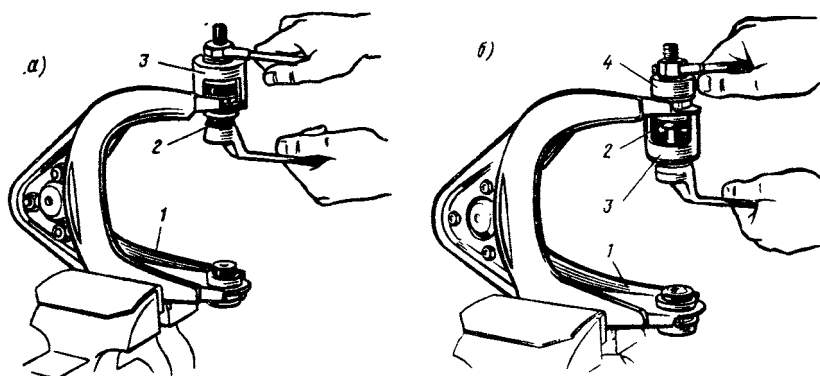

Рис. 27. Замена резинометаллических шарниров верхнего рычага передней подвески: а — выпрессовка шарнира; б — запрессовка шарнира
ного приспособления, которое изготовлено из стали, состоит из стакана с гайкой и винтом и колпачка. При выпрессовке резинометаллического шарнира 2 (рис. 27, а) стакан приспособления 3 устанавливают на верхний рычаг 1 подвески головкой винта внутрь рычага. Затем вращают гайку приспособления и выпрессовывают шарнир из рычага. При запрессовке резинометаллический шарнир 2 (рис. 27, б) вставляют в проушину верхнего рычага 1 и устанавливают на рычаг приспособление 3 таким образом, чтобы головка его винта была внутри рычага, а колпачок 4 приспособления находился под гайкой. После этого вращают гайку приспособления и запрессовывают шарнир в рычаг.
используя приспособление 3 (см. рис. 27) меняют резинометаллические шарниры 2.
6. Износ резинометаллических шарниров рычагов подвески. Заменить вышедшие из строя резинометаллические шарниры рычагов подвески (см. рис. 27, 28).